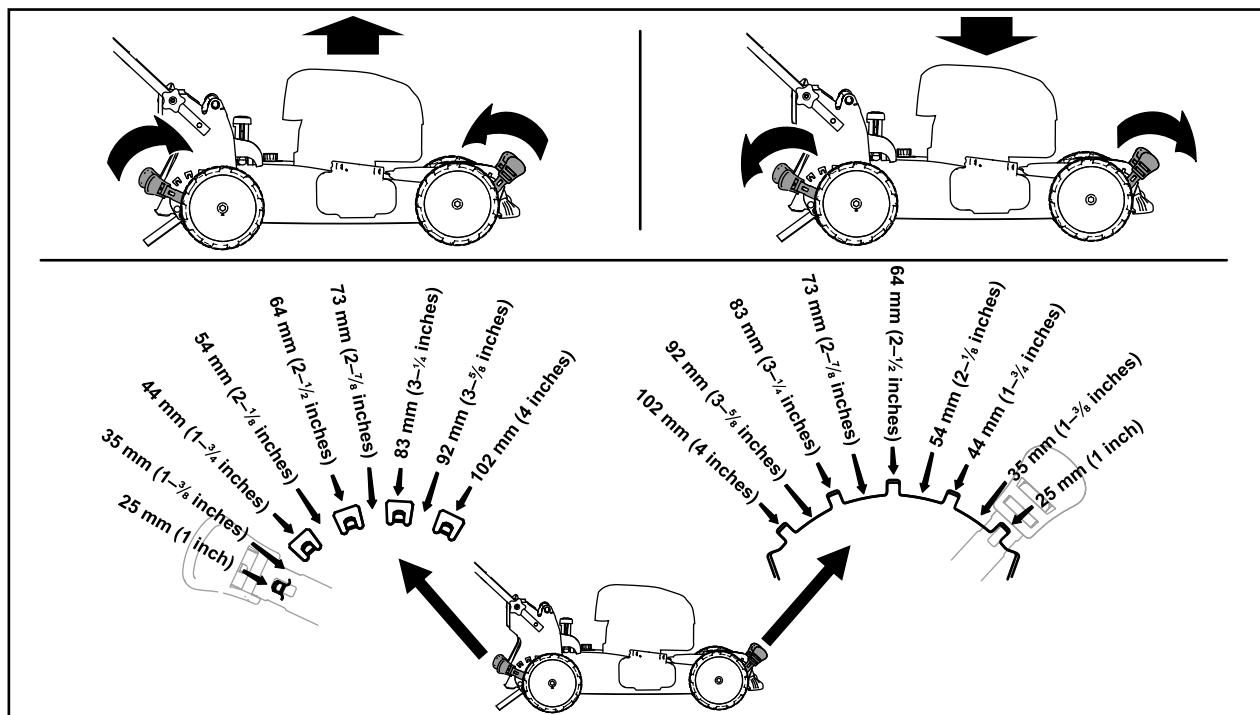

Figur 8
2. Løft opp lokket på batterirommet (A i Figur 8).
3. Innrett kammeret i batteripakken med koblingsarmen på laderen og skyv batteripakken inn i rommet til det låses på plass (B i Figur 8).
4. Lukk lokket på batterirommet (C i Figur 8).